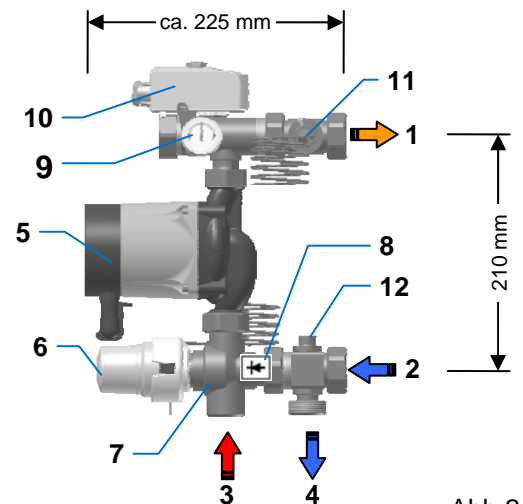

Abb.2
(siehe Abb.2) Das Mischventil (7) ist als Proportionalregler konzipiert. In Abhängigkeit der am Thermostatkopf (6) eingestellten Temperatur (20-50°C) wird „heißes“ Wasser aus dem Kesselkreis- Vorlauf (3) mit dem „kalten“ Rücklaufwasser aus den Fußbodenheizungskreisen (2) gemischt. Die gewünschte Vorlauftemperatur der Fußbodenheizungskreise wird über den Fühler (11) im Fußbodenheizungs- Vorlauf (1) überwacht. Abweichungen vom eingestellten Sollwert bewirken eine Veränderung der Beimischung im Mischventil. Die Vorlauftemperatur der Fußbodenheizung wird in einem engen Temperaturbereich konstant gehalten und kann direkt am Thermometer (9) abgelesen werden.
Bei der Montage muss darauf geachtet werden, dass das Kabel von Pumpe und Sicherheitstemperaturwächter sowie das Fühler-Kapillarrohr nicht beschädigt oder geknickt werden. Ebenso darf keine Zugspannung an den Kabeln auftreten. Auf richtigen Anschluss von Vorlauf und Rücklauf ist zu achten (Abb.2 und 3.1 - 3.2).
Bei hohen Kesselkreistemperaturen oder hohen Pumpleistungen der Kesselkreispumpe kann es erforderlich werden das Regulierventil (12) im Rücklauf (Abb.2) einzustellen. Im Normbetrieb ist dieses Regulierventil komplett geöffnet. Um das Regulierventil einzustellen muss der Fühler (11) aus der Tauchhülse gezogen und der Thermostat auf 50°C gestellt werden. Somit ist gewährleistet dass das Mischventil (7) komplett geöffnet ist. Ferner sollte sichergestellt werden, dass alle Fußbodenheizungskreise für eine gewisse Zeit geöffnet sind, um die Rücklauftemperatur auf Betriebszustand anzuheben. Durch Schließen des Regulierventils im Uhrzeigersinn wird die Beimischmenge von „kaltem“ Rücklaufwasser der Fußbodenheizung zum „heißen“ Vorlaufwasser aus dem Kesselkreis erhöht und so die Vorlauftemperatur zur Fußbodenheizung gesenkt. Die resultierende Temperatur kann am Thermometer abgelesen werden. Hiernach kann der Fühler wieder in die Tauchhülse gesteckt und der Thermostat auf die gewünschte Solltemperatur gestellt werden.